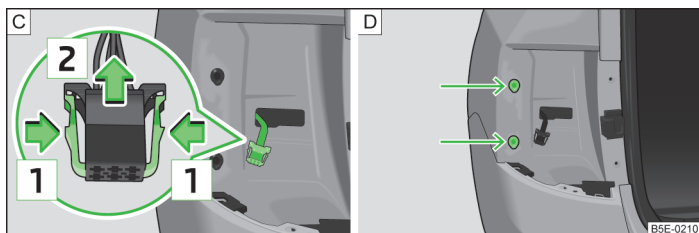

Abb. 224 Leuchtenstecker / Leuchte einbauen
- › Die beiden Verriegelungen am Stecker in Pfeilrichtung  zusammendrücken » Abb. 224 - [C].
- › Die Leuchte senkrecht in die Aufnahmen in der Karosserie einsetzen » Abb. 224 - [D].